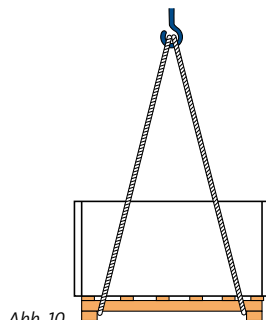

Abb. 10.
- Seile, Gurte oder Mehrpunktgehänge entsprechend Abb. 10 an der Palette anschlagen und Palette gegen Verrutschen sichern.